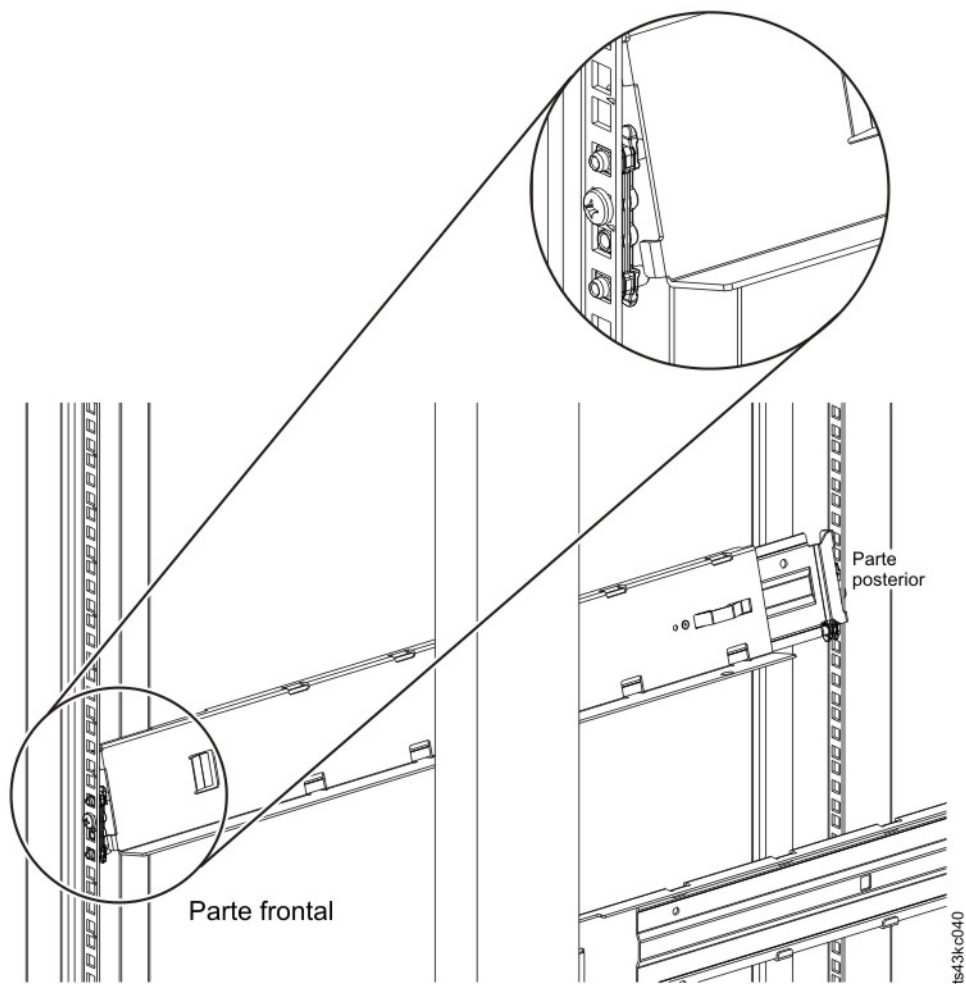

Figura 40. Montaje de los rieles en los conectores
- d. Monte el riel de montaje de bastidor LH en los conectores. Consulte Figura 40.